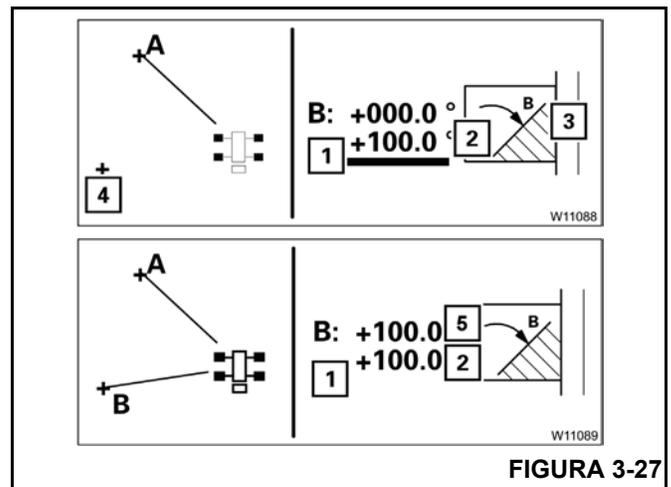

FIGURA 3-27
1. Presione el botón (3, Figura 3-27).
2. La barra (1) se pone de color rojo, modo de entrada activado. Para cancelar la entrada, presione el botón **Esc**.
3. Gire la pluma principal (4) hasta el punto de apagado desde la izquierda, por ejemplo, valor (2) 100°.
6. El valor (2) se acepta como el valor límite (5).
7. La barra (1) se apaga.